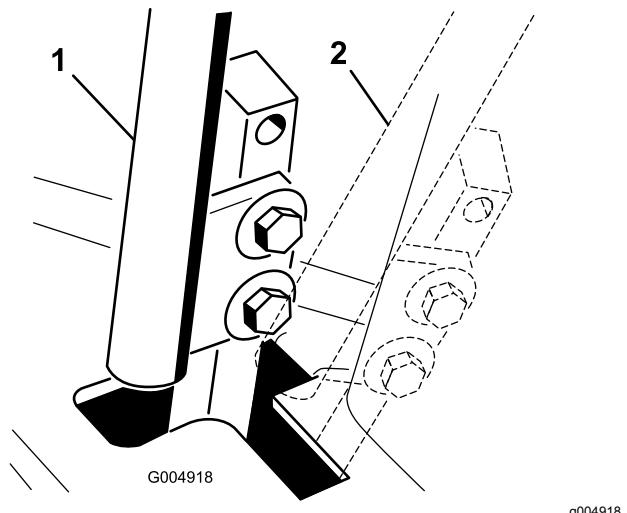

Figura 51
4. Desloque a alavanca para a posição de PONTO-MORTO, mas não bloqueada (Figura 51).
6. Verifique onde é que a alavanca de controlo está relativamente ao entalhe na consola (Figura 51).